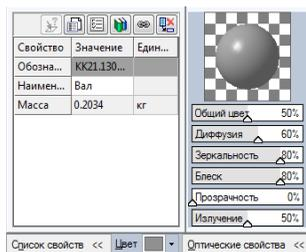

Рис. 3
5. Заполнить свойства модели, двойным щелчком загружая соответствующие поля: **Обозначение** (шифр своей группы), например: **КК21.130300.006/ОК**; **Наименование:** Вал (см. рис. 3,4).